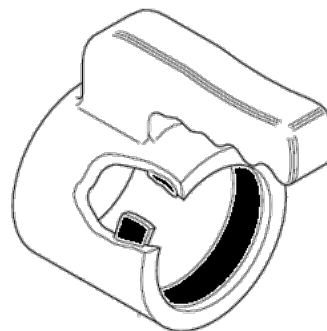

ILUSTRACIÓN 11 –
1. Gire la abrazadera, Ilustración 11, para seleccionar la dirección.